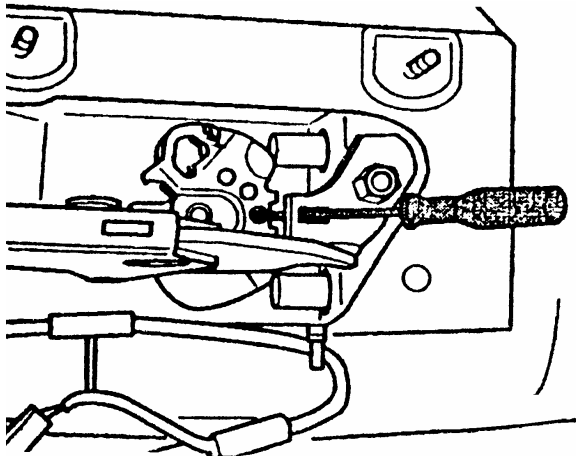

图 13-54 拆下补偿杆处塑料件
(1) 如图 13-54 所示，拆下补偿杆处所有塑料件，这些塑料件不要再装上。